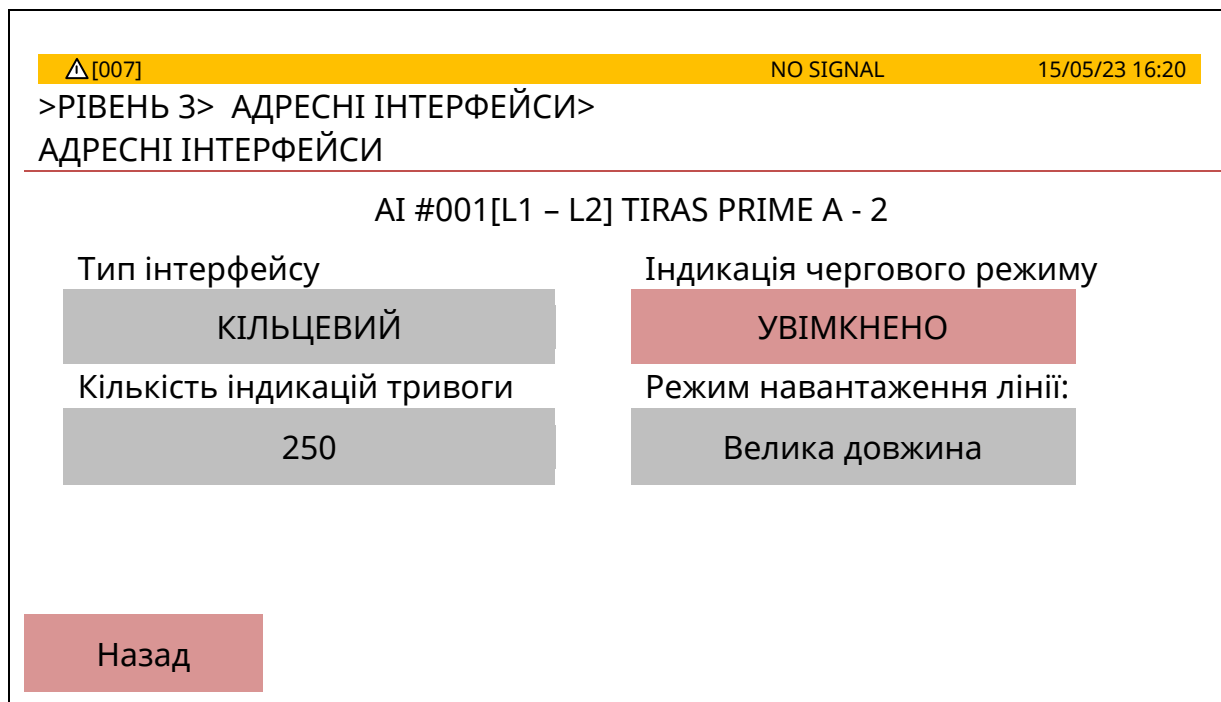

Рисунок 10.15.2 - Вікно налаштування AI
2) загальна тривога – спрацювання в будь-якій зоні ППКП. В СПСА, яка складається з кількох ППКП, умовою активації може стати спрацювання в зоні іншого ППКП, якщо в тому ППКП, де активується пауза, налаштовано приймання повідомлень від усіх ППКП (10.15.1, рис. 10.15.2);